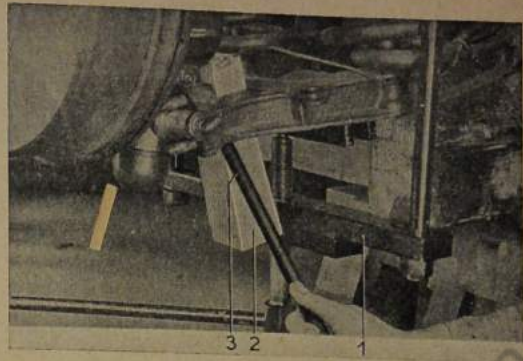

Bild 786: Antriebsgelenkgehäuse-Zusammenbau aus der unteren Lagerung herausdrücken
8. Antriebsgelenkgehäuse mit Nabe aus den Lagern im unteren Querlenker herausdrücken (Bild 786). Verwende Holzklotz (786/2) und Brechstange (Hebelarm) (786/3). Beim Herausdrücken aus der Lagerung freien Durchgang durch die Stiftschrauben herstellen durch Nachspannen oder Lösen der Spindel an der Federspannvorrichtung (786/1).